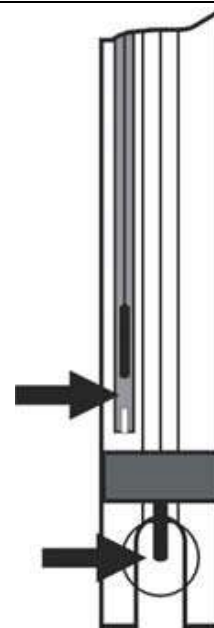

Рис. 3
4.5 Убедиться в отсутствии воздушных пузырей в местах показанных стрелками на рис.3 и при необходимости удалить их встряхиванием (как встряхивают медицинский термометр), при этом пузыри должны переместиться в верхнюю часть электрода.